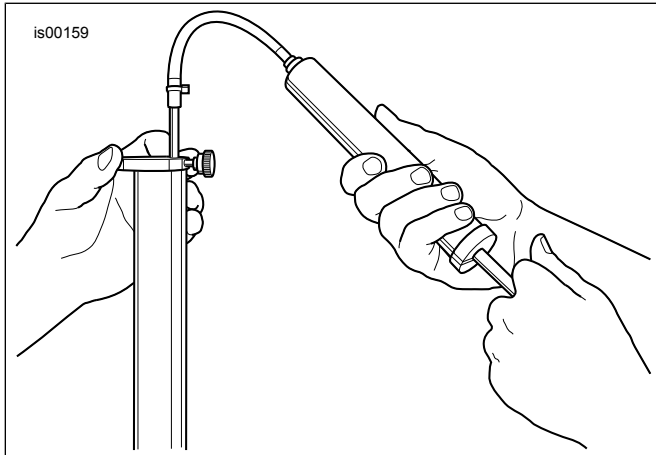

Abbildung 3. Überschüssiges Gabelöl entfernen
- d. Siehe Abbildung 3. Die Stange von oben in das Tauchrohr einführen, bis der Metallring flach an der Oberseite des Tauchrohrs aufliegt.